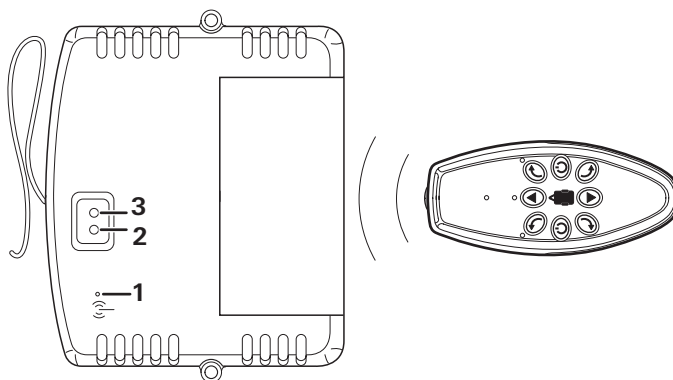

Figure 12
- Actionner la touche de réinitialisation (figure 12 - 1) sur la commande avec un objet fin. Il est pour cela possible d'utiliser l'antenne de la commande. La LED verte et rouge (figure 12 - 2/3) sur la commande clignotent maintenant en alternance.